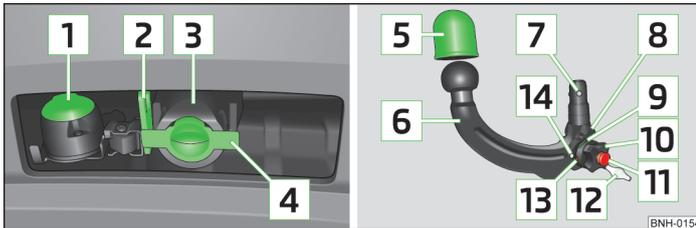

Abb. 5 Träger der Anhängervorrichtung / Kugelstange
Bildbeschreibung » **Abb. 5**
- › Die Abdeckkappe für den Aufnahmeschacht **4** » Abb. 5 auf Seite 5 nach unten abziehen.
➤ Die Abdeckkappe für den Aufnahmeschacht **4** » Abb. 5 auf Seite 5 einsetzen.